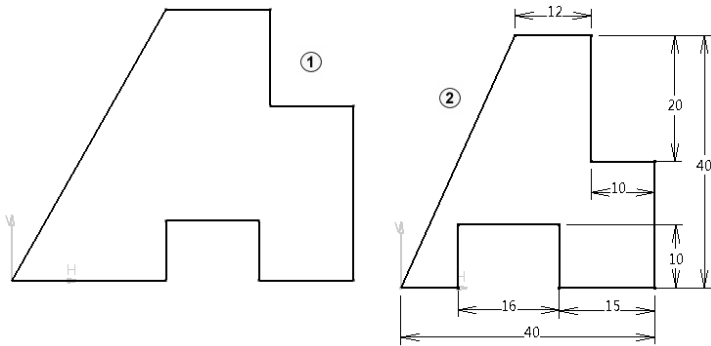

图 3-17 绘制草图
2) 从模型树中选择“yz 平面”，单击“草图”按钮。单击“轮廓”按钮，在工作区中绘制出 5 条水平线、4 条竖线和 1 条斜线组成的封闭轮廓，如图 3-17 中①所示。
3) 双击“约束”按钮，标注出如图 3-17 中②所示的尺寸。单击“退出工作台”按钮。